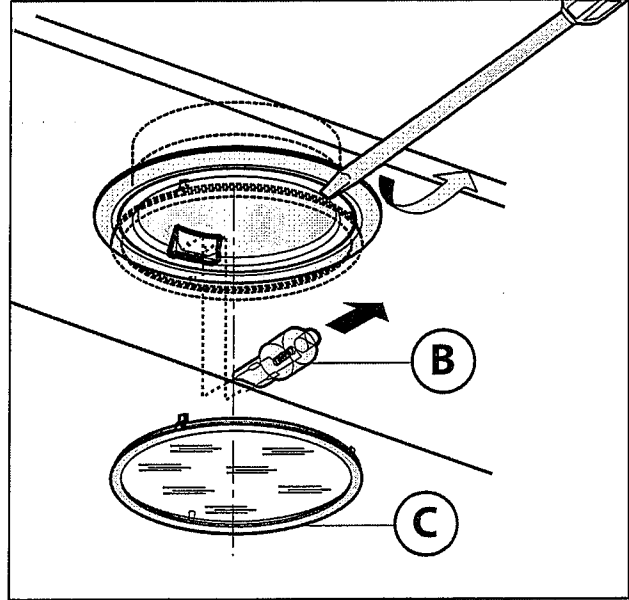

Fig.17
• **Remplacement des lampes halogènes (Fig.17):**